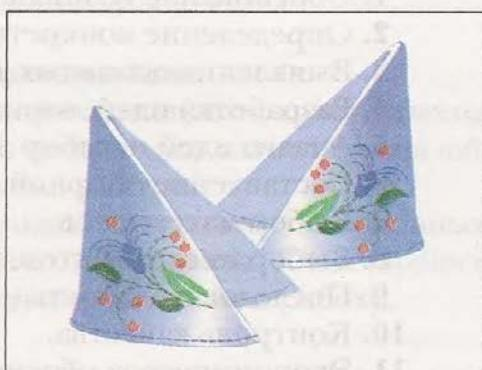

Рис. 132. Набор салфеток
- Набор салфеток, края которых обрамлены кружевом, а в углах — вышивка, выполненная цветной гладью (рис. 132).